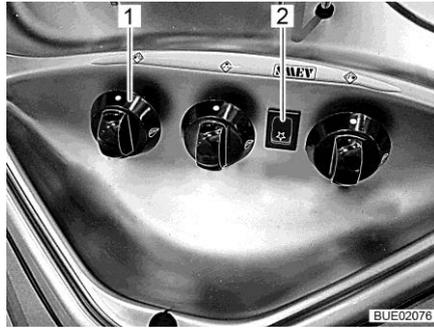

Fig. 231 Elementos de mando para la cocina de gas
- Girar el regulador giratorio (Fig. 231,1) correspondiente al quemador deseado a la posición de encendido (llama alta).
- Presionar el botón de encendido (Fig. 231,2). En el quemador se producen chispas de encendido.